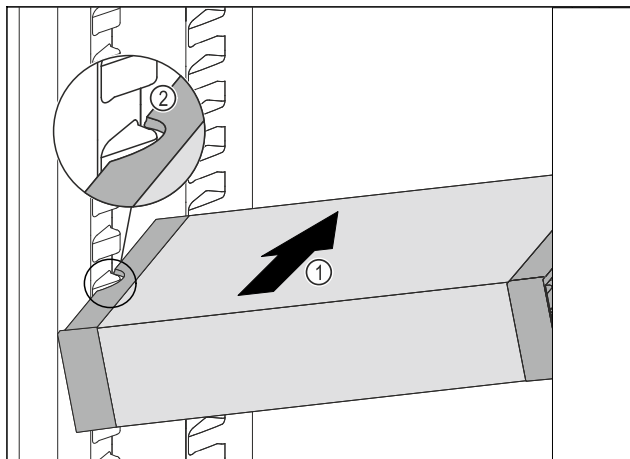

Fig. 170
- Inserire VarioSafe ad angolo nel vano frigorifero Fig. 170 (1), fino a quando le cavità laterali Fig. 170 (2) di VarioSafe non si trovano al livello della nervatura del contenitore nel vano frigorifero.